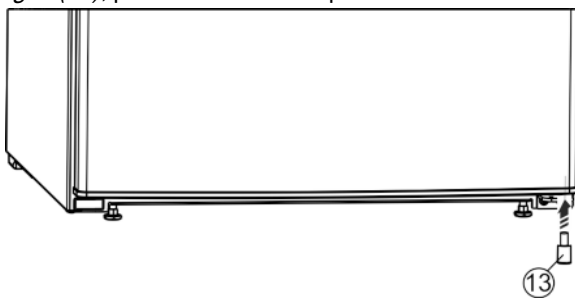

Fig. 11
- ▶ Dištančný diel *Fig. 11 (13)* nasadíte znovu vpravo dole do dverí, pretože je to dôležité pre stabilitu zariadenia.